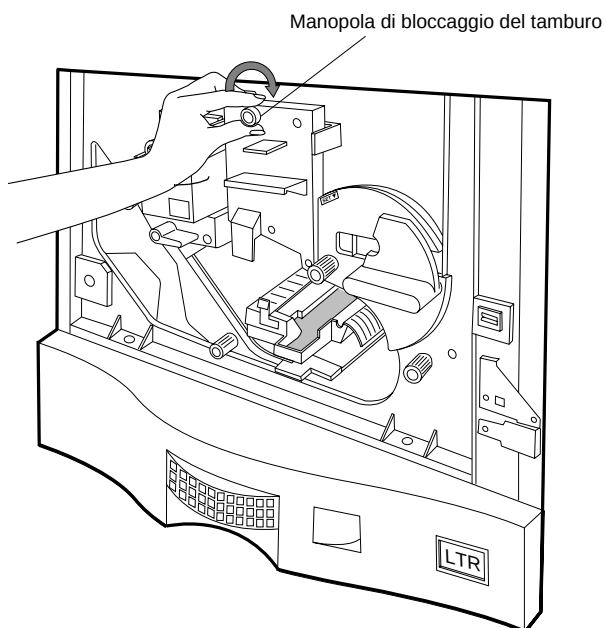

Figura 4-30 Fissaggio del tamburo
3. Esercitare una pressione sul tamburo e stringere con le dita la manopola di bloccaggio del tamburo girandola in senso orario in modo che si inserisca sul telaio e fissare il tamburo come mostrato nella Figura 4-30.